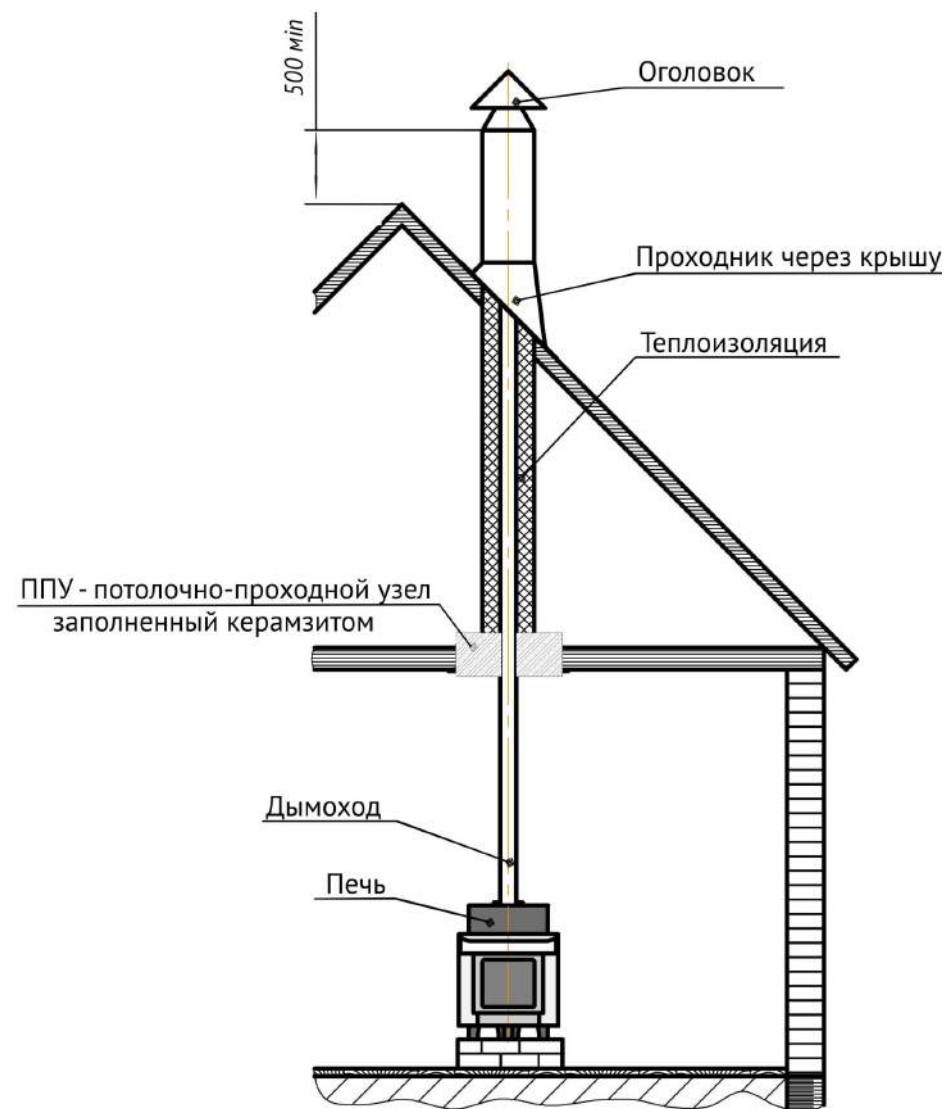

Рисунок 8.2. Монтаж дымового канала.
- 8.4.4.** В потолке (рис. 8.2.) обязательно делается противопожарное отверстие под размер внешнего диаметра потолочно-проходного устройства. Снизу противопожарное отверстие закрывается металлическим листом. Пространство в потолке между трубой и отверстием заполняют противопожарной изоляцией, например, базальтовой ватой, керамзитом и т.п., и закрывают сверху металлическим листом.
- 8.4.5.** Металлический дымоход, вне зоны парной, (рис. 8.2.), должен иметь теплоизоляцию из негорючих материалов, толщиной не менее 50 мм, для предотвращения образования конденсата. При отсутствии в помещении бани капитального дымохода устраивают насадной дымоход из металлических труб, опирающийся на потолочное перекрытие. Обязательно делается противопожарная разделка размером 600 мм на 600 мм. Трубы с изоляцией должны опираться на металлические уголки или швеллера, закреплённые на перекрытии. Снизу противопожарная разделка закрывается металлическим листом. Закрепленный ППУ (потолочно-проходной узел) необходимо заполнить негорючим материалом (керамзит).